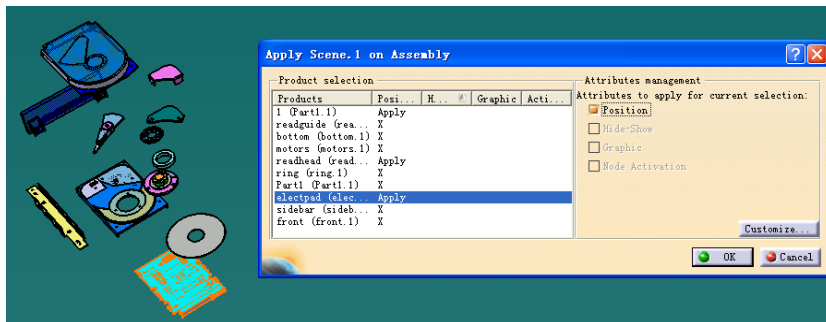

图 11-11
- (2) 窗口变颜色并出现 Enhanced Scene 对话框;
- (3) 点击  后, 再点击 Apply Scene on Assembly  键, 选择应用到 Assembly 特性 (见图 11-11);